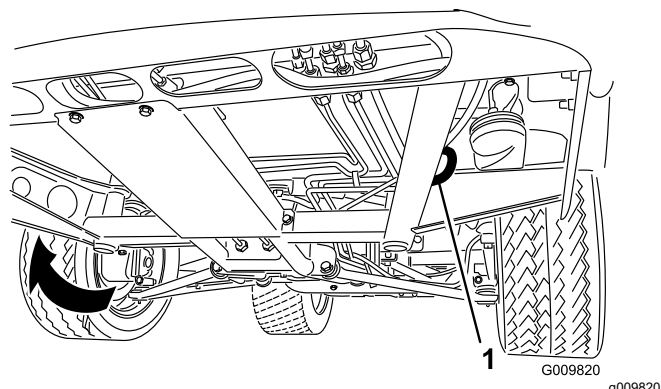
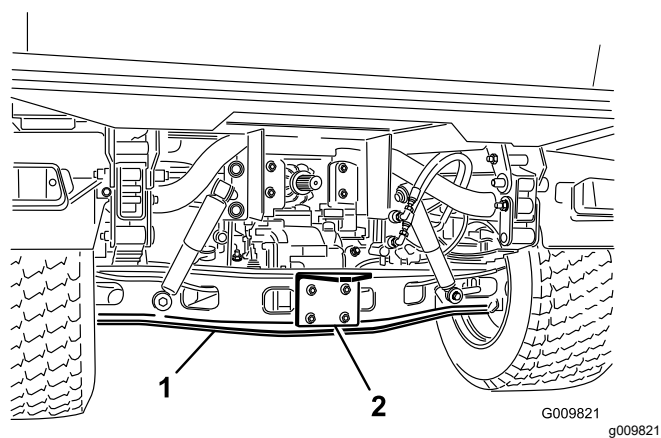

Figura 19
Figura 20
Consultați Figura 19 și Figura 20 pentru locurile de fixare a mainii.
1. Ataai o bară de remorcare pe cârligul de remorcare în partea din față a cadrului mainii (Figura 19).